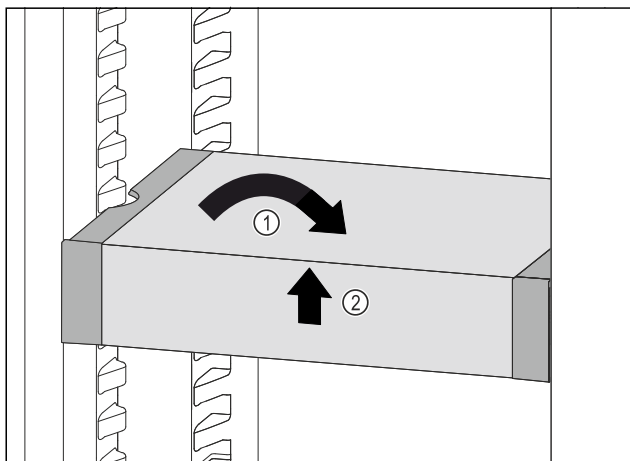

Fig. 88
- VarioSafe postavte rovně. Fig. 88 (1)
- VarioSafe vpředu zvedněte. Fig. 88 (2)